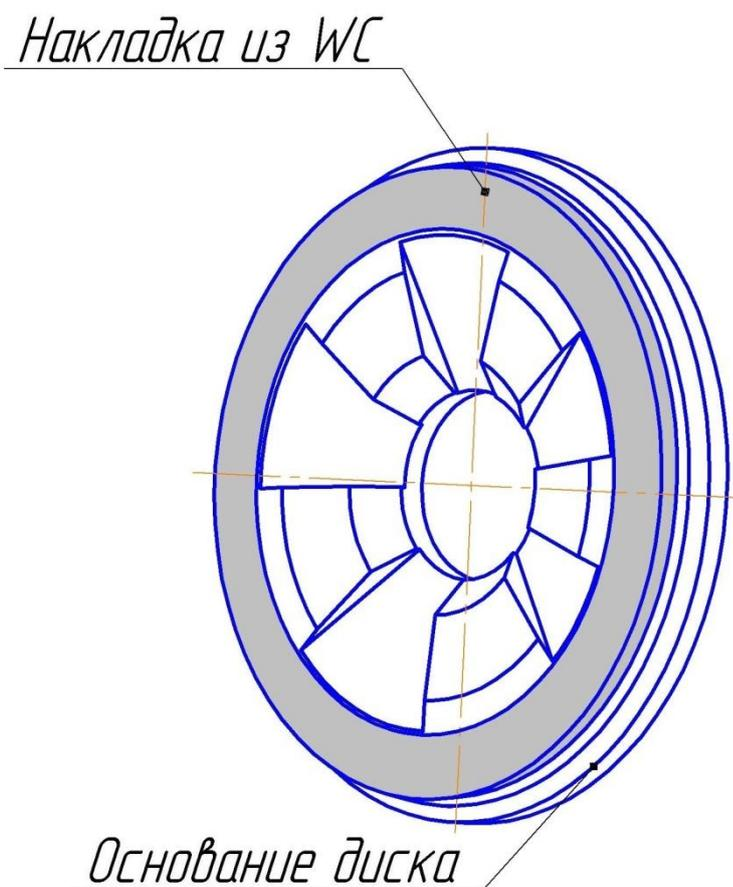

Рис. 3 Диск ИД 175 WC
**ВНИМАНИЕ!** При использовании комбинированных дисков со вставками из Карбида Вольфрама WC (Рис. 3) работа Истирателя с контактом между дисками запрещена, так как это может привести к перегреву дисков и последующему разрушению.